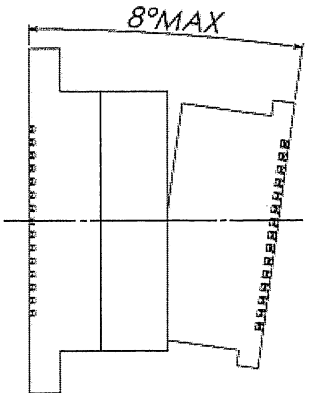
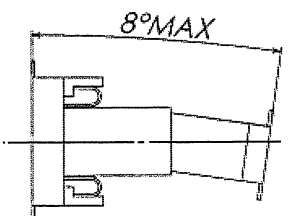

図 1/ Fig.1
図 2/ Fig.2
- ・誘い込み時の角度は図1～図2になりますので、記載角度以下で位置決めして下さい。 / Figure 1 and 2 show guiding angle. Please locate it below the described angle.